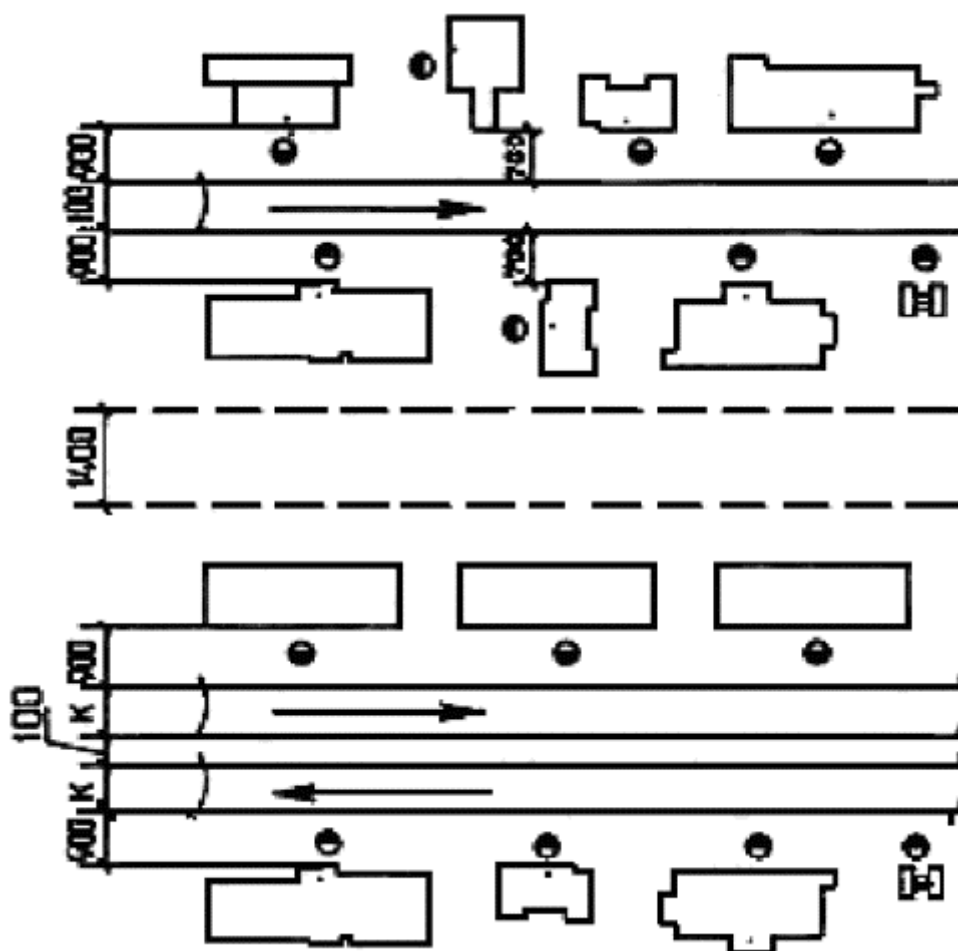

Рис.8.1
1. Создать чертеж плана механообрабатывающего цеха (см. рис.8.1)